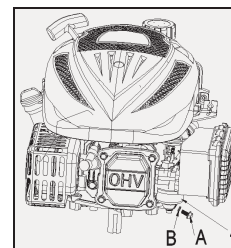
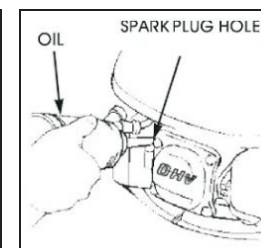

Fig. 13A
Fig. 13B
3. Una volta che il carburante sia passato tutto nel contenitore, rimettere la vite di scarico e la guarnizione, e stringere bene (vedi Fig. 13A / Fig.13B)..